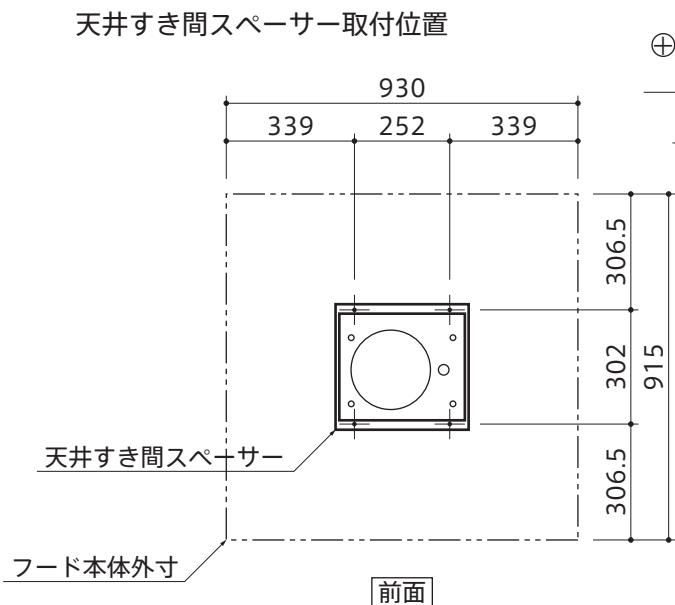

図4
- 天井の指定位置に $\oplus$ バインドタッピンネジ $3.5 \times 4.5$ にて天井すき間スペーサーを取付けます。(図4)